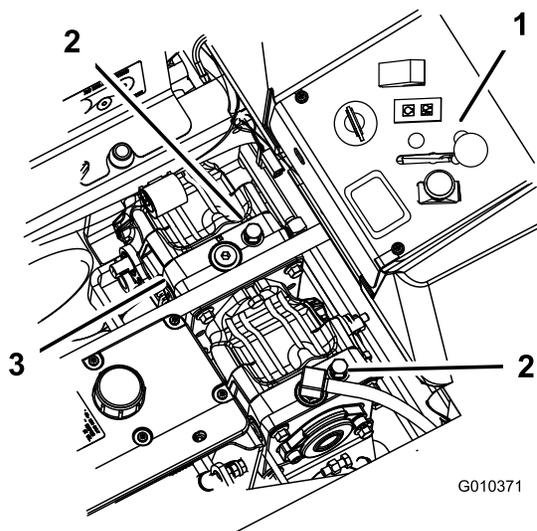

Figura 24
- Gire las válvulas de desvío una vuelta en el sentido contrario a las agujas del reloj para empujar la máquina. Esto permite que el aceite hidráulico se desvíe alrededor de la bomba, dejando que las ruedas giren (Figura 24).
Gire las válvulas de desvío una vuelta en el sentido de las agujas del reloj para conducir la máquina (Figura 24).